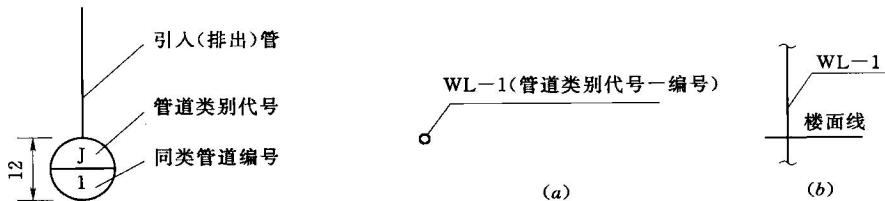

图 1.3 给水引入(排水排出)
1) 当建筑物的给水引入管或排水排出管的数量超过 1 根时,宜进行编号,编号宜按图 1.3 所示的方法表示。